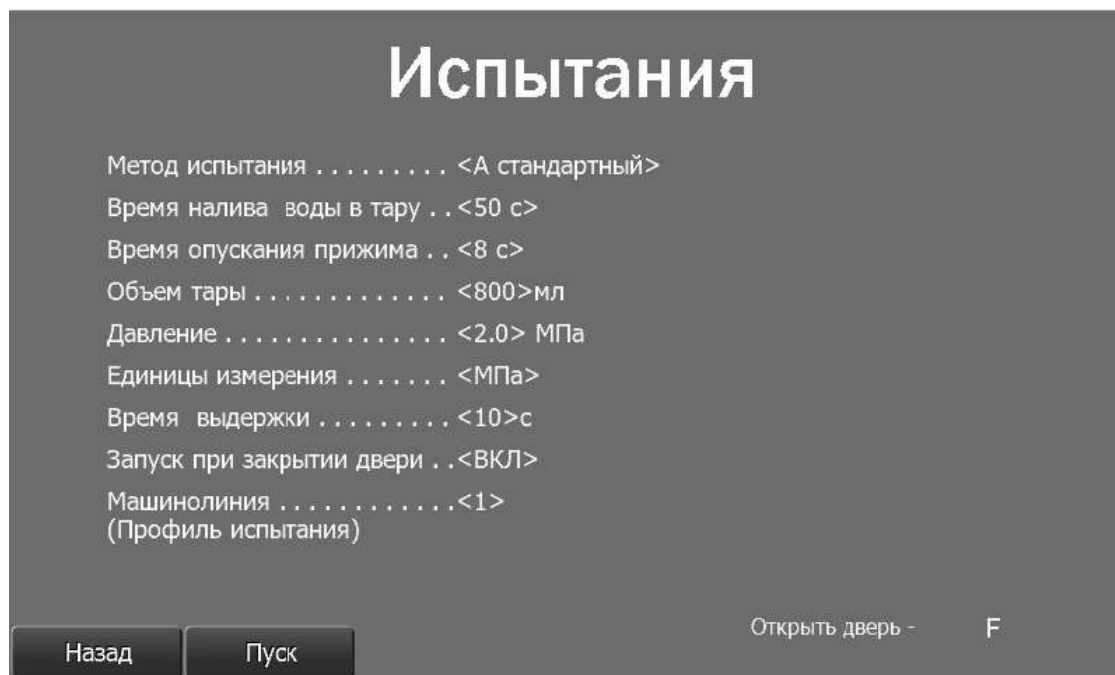

Рисунок 5 - Режимы испытаний
1.4.3.4 При входе в подменю «Испытания» на экран дисплея выводится подменю выбора режимов испытаний по методам А и Б, параметры проведения испытаний для выбранного метода (рис. 5).
Вход в режим осуществляется из подменю «Испытания» (рис. 5).